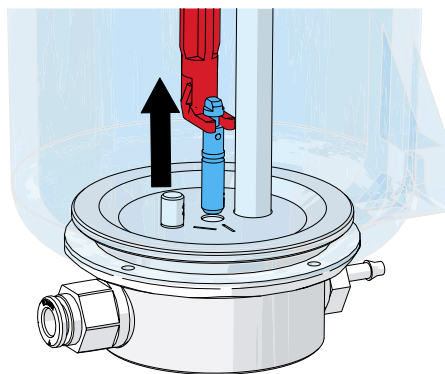

рис. 11
- ⇒ Дозирующее сопло вытянуть с помощью инструмента (рис. 11).